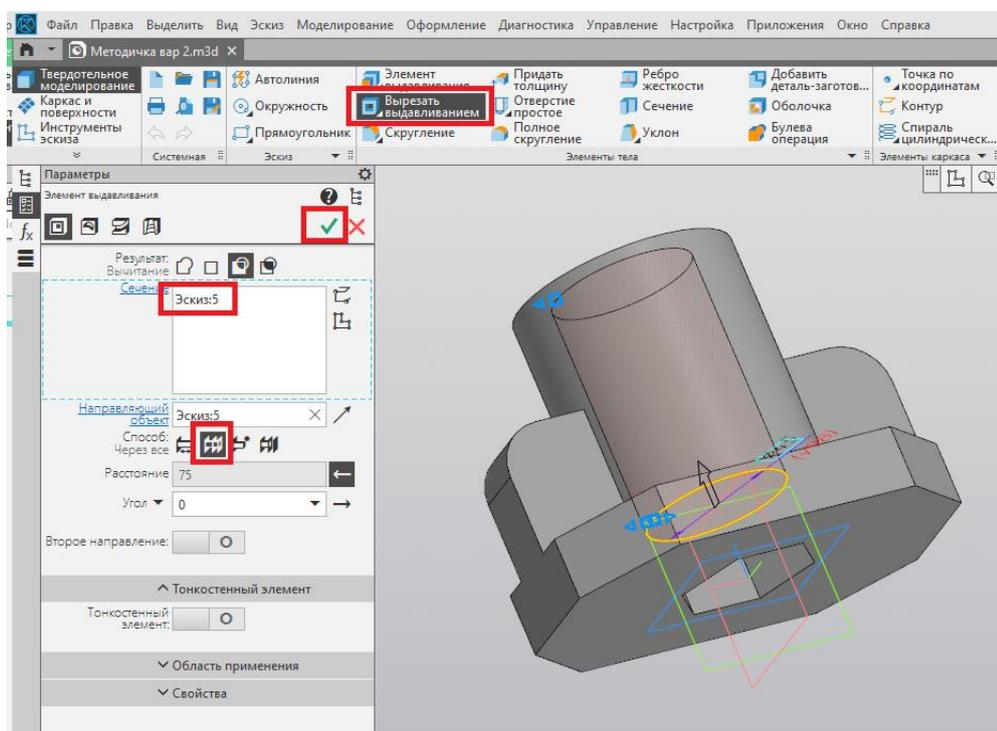

Рис. 95
23. При помощи команды «Вырезать выдавливанием» выполняем сквозное цилиндрическое отверстие (рис. 95).